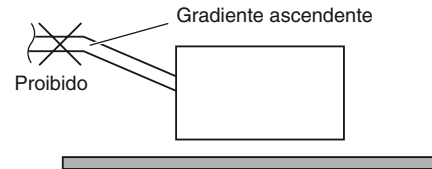

Fig.3-12
- Não instale o tubo com um aclave desde a abertura de ligação. Isso fará que a água de drenagem flua de volta e vaze quando a unidade não estiver a funcionar. (Fig. 3-12)